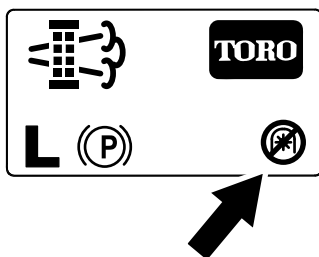

Рисунок 55
**Примечание:** На главном экране отобразится значок «BOM выключен» (Рисунок 55).
**Примечание:** На главном экране отобразится значок «BOM выключен»; см. Рисунок 55 в разделе Сообщения о стационарной регенерации \(страница 44\).